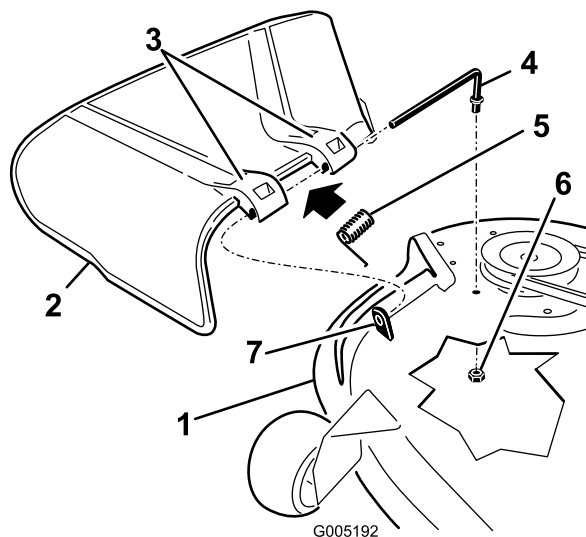

Figura 61
1. Localice los elementos mostrados en la Figura 61.
2. Retire la tuerca (3/8 pulg.) de la varilla (debajo del cortacésped) (Figura 61).
3. Retire la varilla del espaciador corto, del muelle y del deflector de hierba (Figura 61). Retire el deflector de hierba dañado o desgastado.
4. Vuelva a colocar el deflector de hierba (Figura 61).
deflector de hierba. Deslice la varilla por el segundo soporte del deflector de hierba (Figura 61).
7. Introduzca la varilla, en la parte delantera del deflector de hierba, por el espaciador corto de la carcasa. Fije el extremo trasero de la varilla en el cortacésped con una tuerca (3/8 pulg.) (Figura 61).